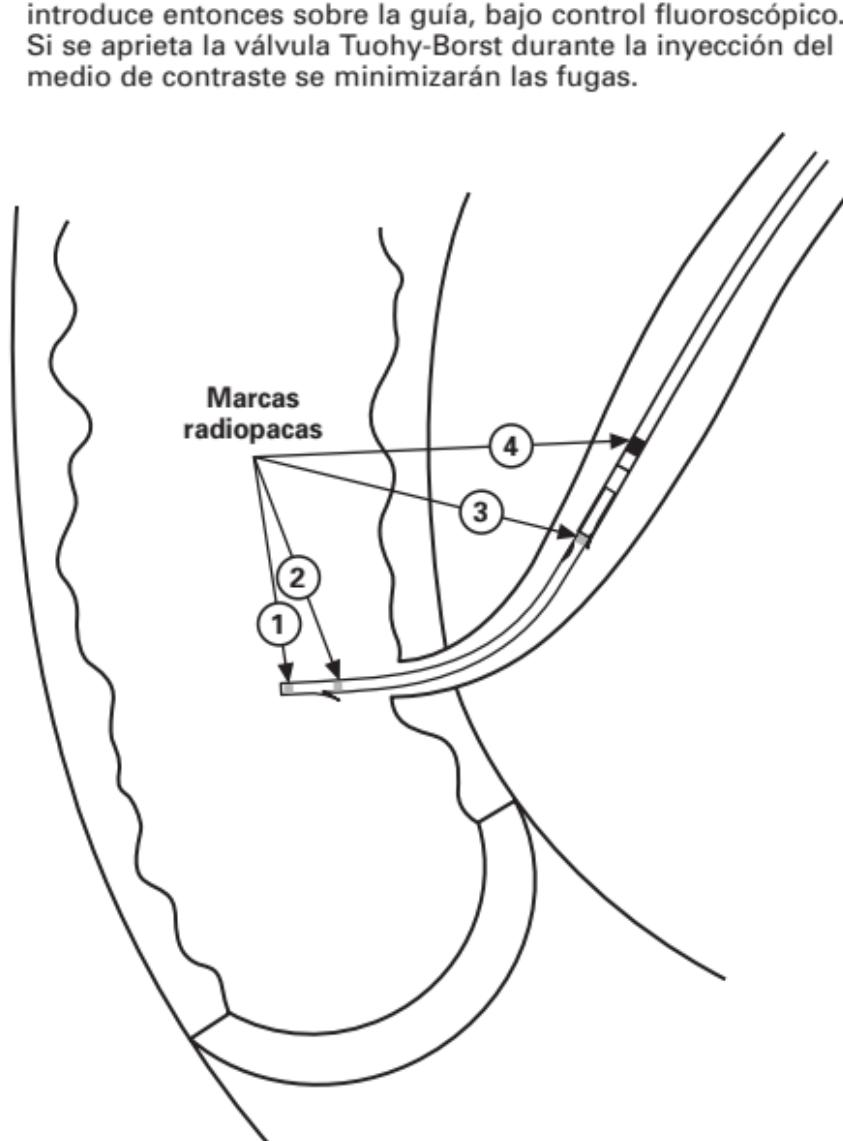

Fig. 3
13. A medida que se introduce el sistema de stent, el cirujano detectará cuatro marcadores radiográficos durante la visualización fluoroscópica, y el orificio de acceso lateral puede utilizarse para inyectar el medio de contraste en cualquier momento en que se necesite un refuerzo visual adicional. (Fig. 3)
14. El primer marcador radiográfico (1) aparece en la punta distal de la guía interna, ajustándose a la posición de la punta distal del propio stent.
15. El segundo marcador (2) aparece en la guía interna en una posición que se ajusta a la pestaña distal del stent e indica la posición adecuada del stent a través de la ampolla. Cuando se ve este marcador en el duodeno, el cirujano está seguro de que